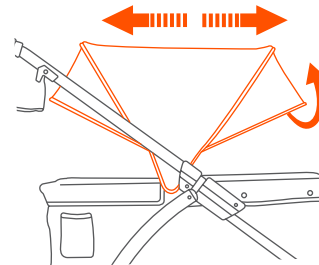

Fig. 6b
• **To open the canopy:** Firmly spread out both sides of the canopy. To use the visors flip outward (Fig 6b).
• **Para abrir el dosel:** Extienda firmemente ambos lados del dosel. Para usar los visores despléguela hacia fuera (Fig 6b).